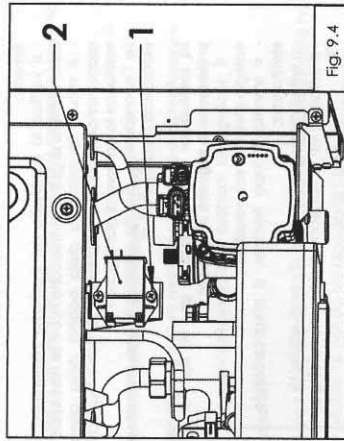

Fig. 9.4
La sostituzione del trasformatore d'avviamento (2) fig. 9.4